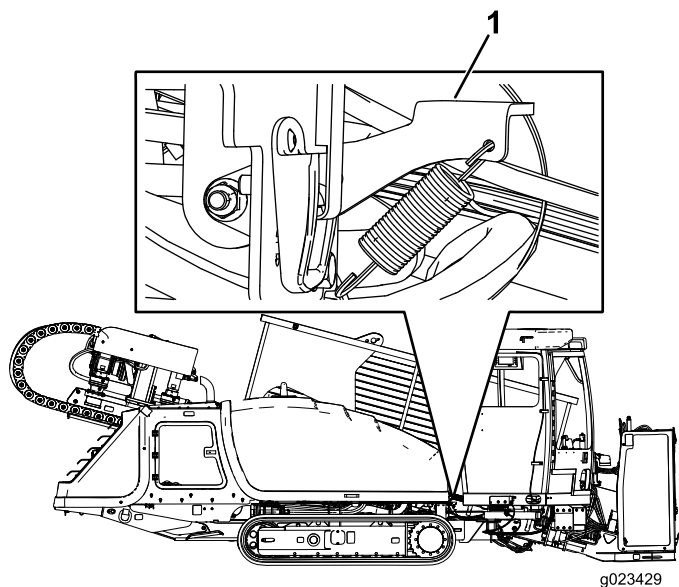
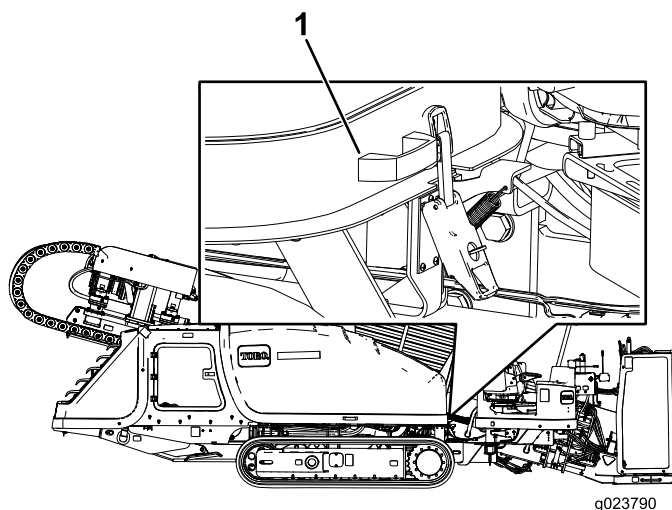

Figura 67
Figura 68
3. Tire hacia abajo del cierre del capó, según se muestra en (Figura 67).
4. Mantenga el cierre del capó (Figura 67) levantado y tire del asa, según se muestra en Figura 68.